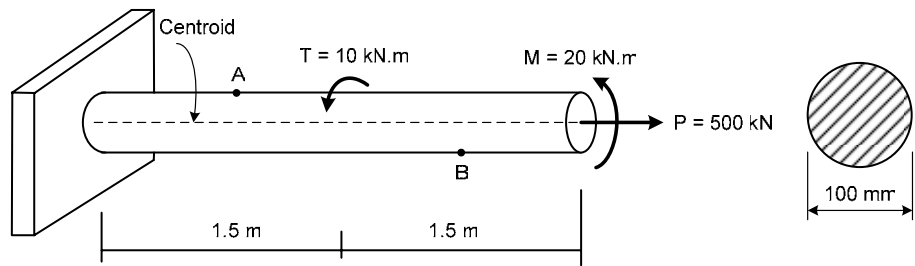

Figure 3
3. The cantilever beam shown in Fig. 3 is subjected to a torque (T), an axial load (P), and a bending moment (M). Calculate the principal stresses and their orientations at points A and B (25 points).
3. La poutre en porte-à-faux illustrée à la Fig.3, est soumise à un moment de torsion (T), à une charge axiale (P) et à un moment fléchissant (M). Calculez les contraintes principales et leurs orientations aux points A and B (25 points).